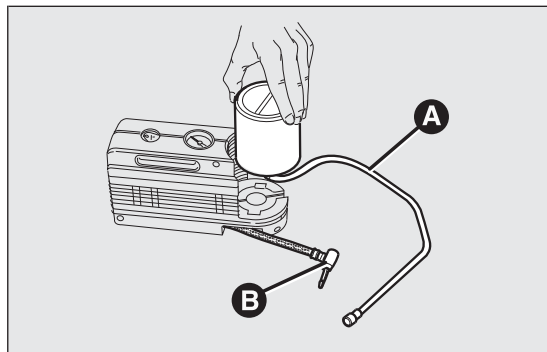

fig. 132
- ☐ desacoplar el acoplamiento B fig. 132;